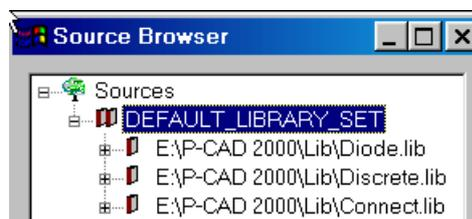

Рис. 8-3. Добавление библиотек в группу
5) Аналогичным образом добавьте в группу библиотеку дискретных элементов (**Discrete.lib**) и библиотеку коннекторов (**Connect.lib**), как показано на рис. 8-3.